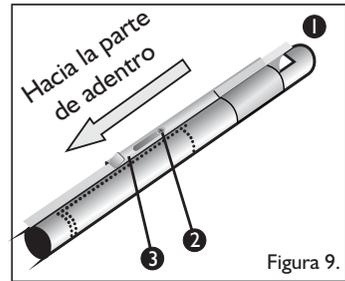

Figura 9.
- Con un destornillador afloje el tornillo del regulador de aire primario, desplace el regulador hacia adelante y apriete el tornillo nuevamente en la posición que muestra la figura 9.